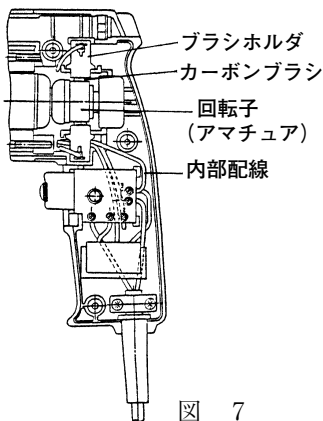

図 7
- (3) 内部配線類が図 7 のように正規の位置にあること、また内部配線類が回転子 (アマチュア) に接触するおそれがないことを十分確認してください。
- (4) 内部配線類がハウジングとの間にはさみ込まれないよう十分注意してハンドルカバーをかぶせて小ネジを締付けてください。